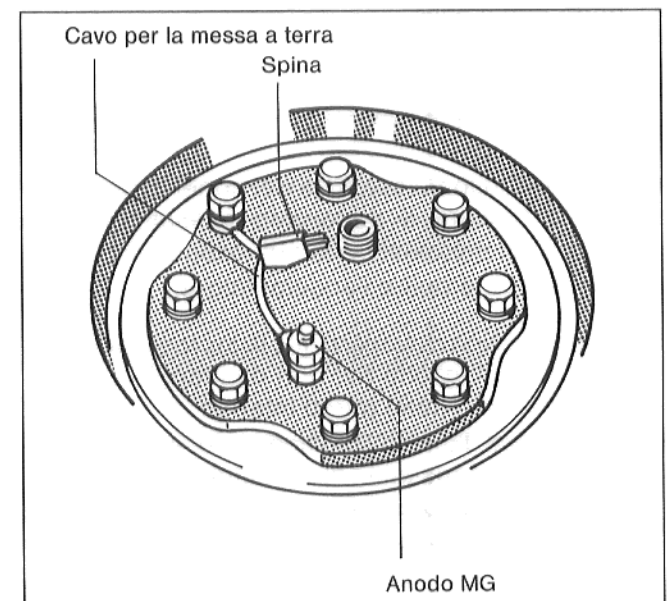

Fig. 11
- Verificare se l'anodo di magnesio sia stato montato e se il cavo per la messa a terra sia stato collegato (Fig. 11).
- Collegare la spina del cavo per la messa a terra con il cavo dell'apparecchio di regolazione (Fig. 11).